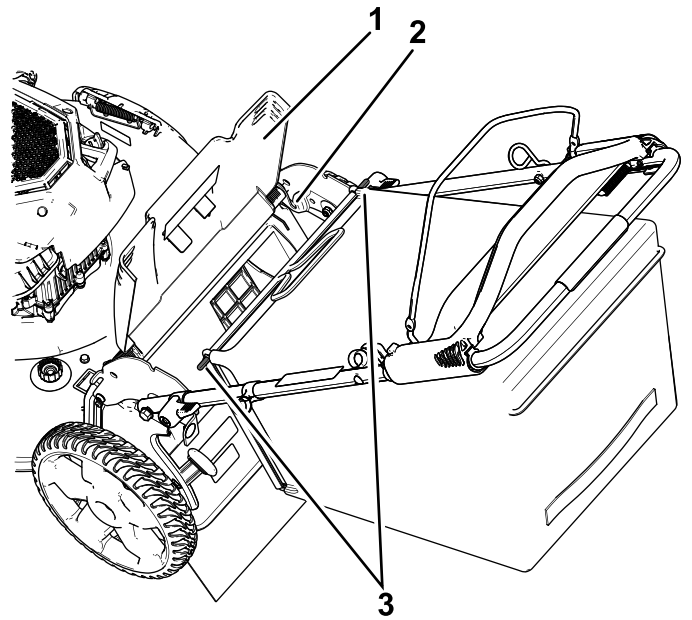

Figura 17
1. Levante y sujete la puerta trasera (Figura 17).
2. Instale la bolsa de recogida, asegurándose de que los pasadores de la bolsa descansan en las muecas del manillar (Figura 17).